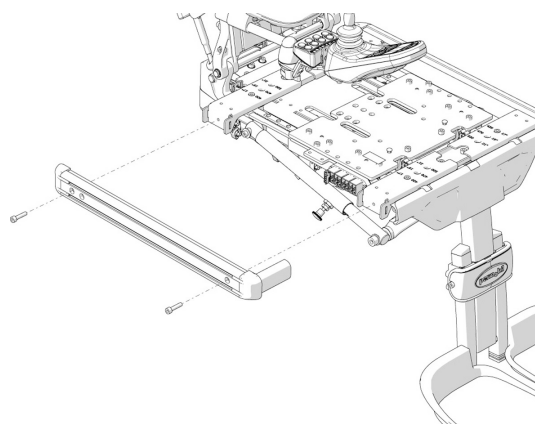

Bild 132. UniTrack-skenorna sitter monterade med två skruvar vardera.
10. Montera UniTrack-skenor med längd avsedd för aktuell sitsdjupinställning. Skenorna sitter monterade med två skruvar. Se bild. 132. Använd momentnyckel för att dra åt skruvarna. **Åtdragningsmoment 9,8 Nm.**